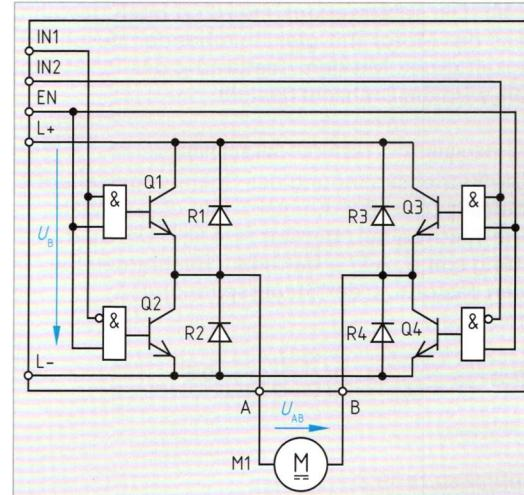
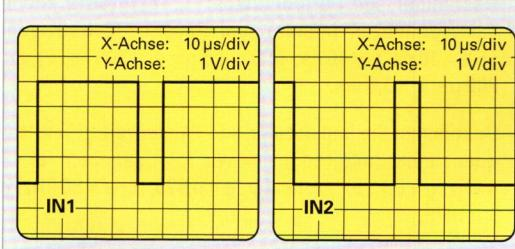

Bild 1: Schema H-Brücke mit Steuersignalen
Bild 2: Oszilloskopgramme der Steuersignale IN1 und IN2 einer H-Brücke
- In Bild 1 ist das Schema einer H-Brücke mit den logischen Steuereingängen IN1, IN2 und EN (enable) dargestellt. Wie müssen die Eingänge angesteuert werden, damit a)  $U_{AB} > 0$ , b)  $U_{AB} < 0$ ? c) Was wird erreicht, wenn die Eingänge IN1 und IN2 zueinander invers angesteuert werden?
- Die Eingänge IN1 und IN2 der H-Brücke Bild 1 sind zueinander invers geschaltet und werden mit PWM angesteuert. Die Betriebsspannung beträgt  $U_b = 24$  V, die Spannungen  $U_{CE}$  der Transistoren sind vernachlässigbar. a) Bestimmen Sie den erforderlichen Tastgrad  $g$  der PWM. Der Mittelwert der Brückenspannung beträgt  $U_{AB} = 0$  V; 12 V; -8 V; -2 V; 6 V. b) Im Bild 2 ist ein Oszilloskopgramm des PWM-Signals dargestellt. Das Signal ist an IN1 direkt und an IN2 invertiert angeschlossen. Bestimmen Sie Periodendauer  $T$ , Frequenz  $f$ , Tastgrad  $g$  und Mittelwert  $U_{AB}$ .